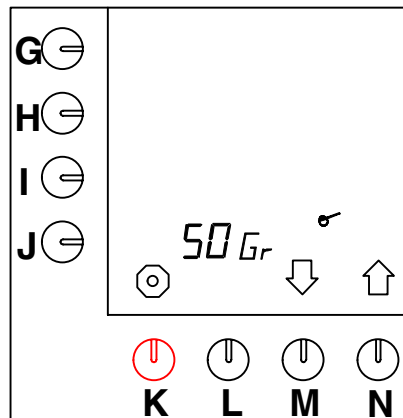

Abb. 48 Einstellen des Kaffeerechners
- Drücken Sie auf die Wahltaste (N.)↑, bis Abb.48 im Display erscheint.